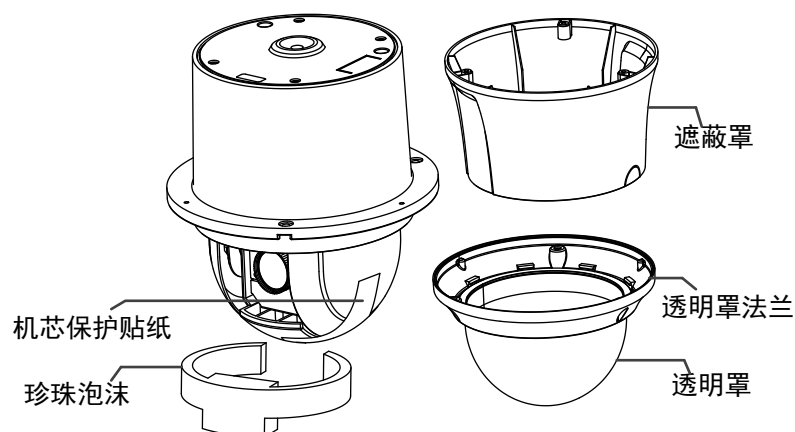

图2-7 智能球的拆封
- 逆时针旋转智能球透明罩，取下透明罩及下壳体，如图 2-7 所示。